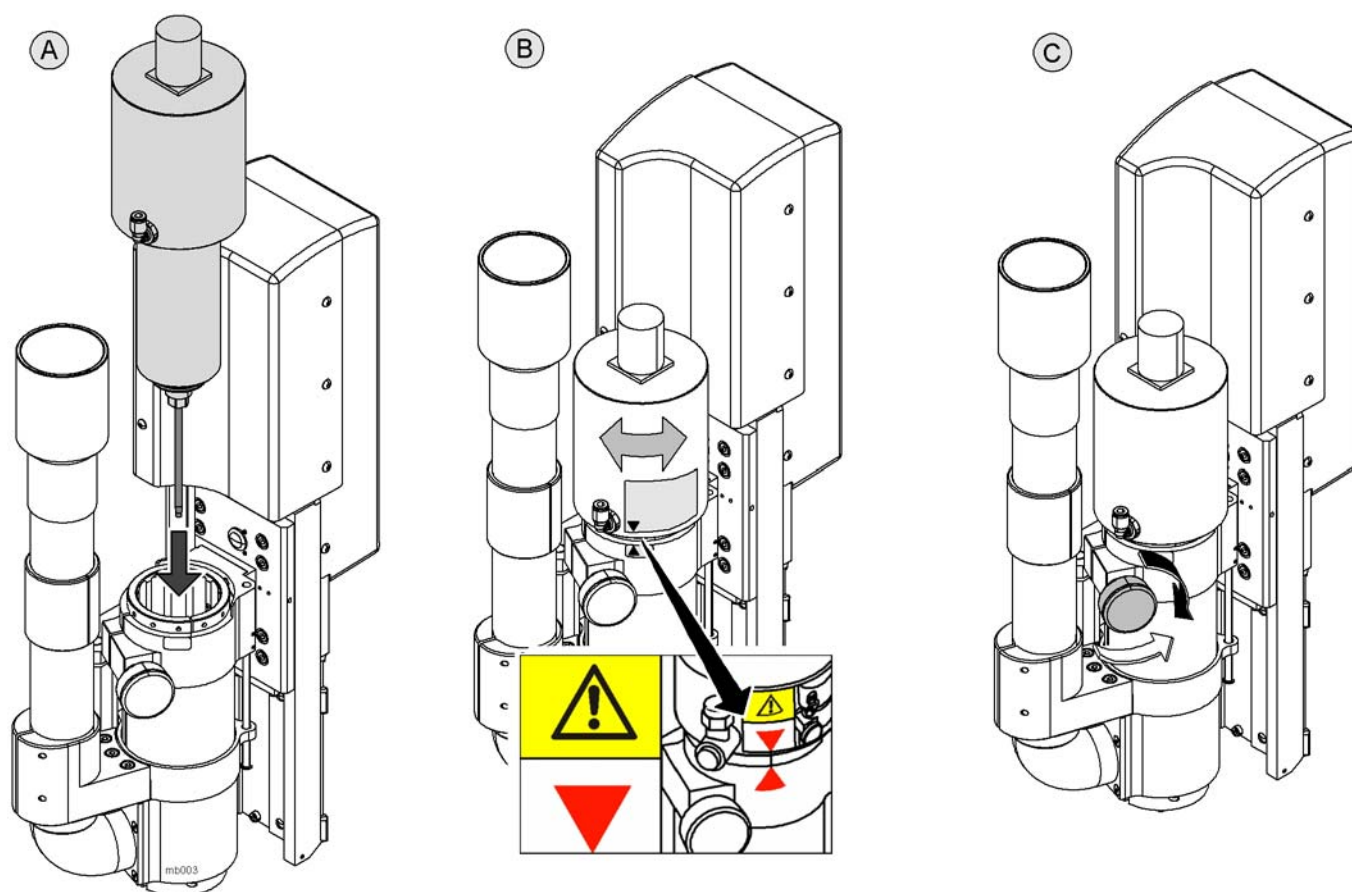

Fig. 13 Insertar el husillo de motor
- Al insertar el husillo de motor, preste atención a que la punta de la flecha esté orientada con respecto a la otra punta de la flecha ("Fig. 13, Insertar el husillo de motor", pos. B).